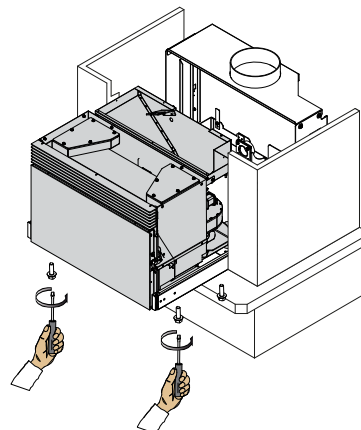

Abb. 6.1.11
- 11) Die zuvor entfernten Befestigungsschrauben aus Punkt 6.1.5 (Abb. 6.1.11) wieder einbauen.